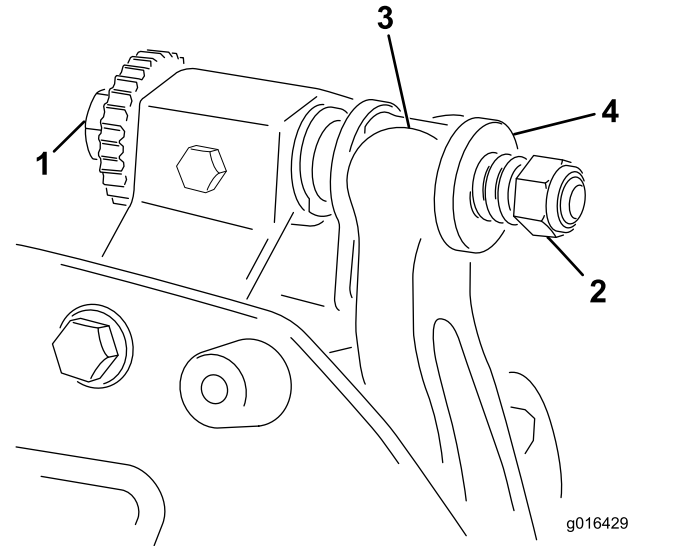

図 21
1. ベッドバー調整ねじを左に回してベッドナイフとリールの接触をなくす **図 21**。
2. スプリングテンションナットをゆるめて、ワッシャがベッドバーを全く押さないようにする **図 21**。
1. ワッシャとベッドバー調整ねじとの間にベッドバーの固定用耳を入れる 図 21。